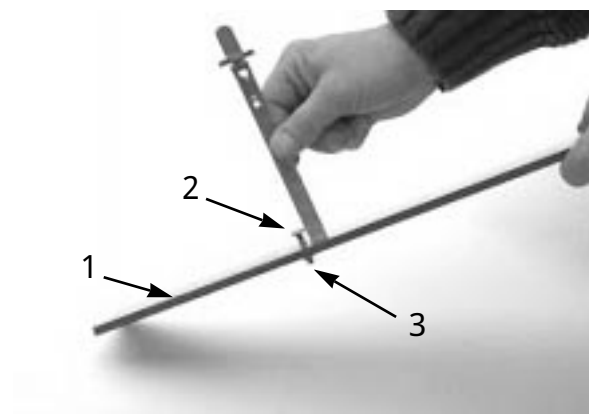

図15
3. ゲージバーのナット (図15) をゆるめ、刈り高ネジを希望の刈り高に合わせる。ネジ頭の下からバーの表面までの距離が刈り高となる。